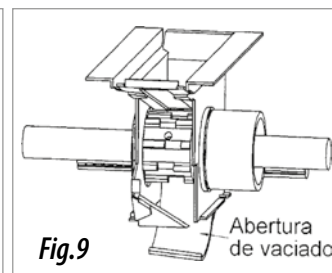

Fig.9
- Vaciar la semilla de la tolva en la bandeja, abriendo totalmente las trampillas (fig. 9).